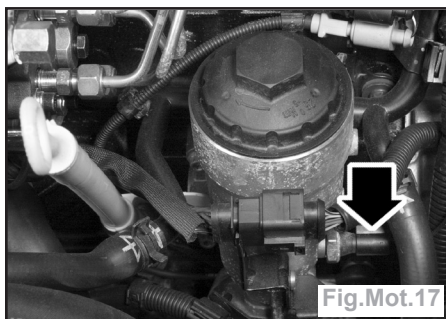
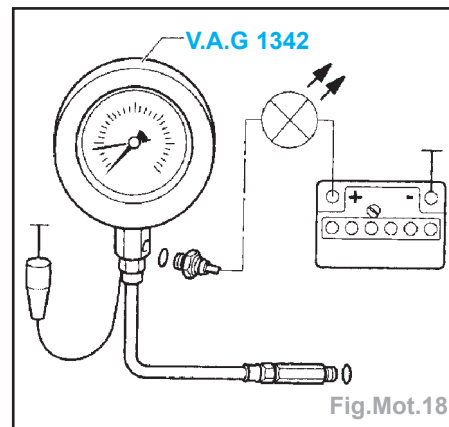

Fig.Mot.17
Fig.Mot.18
- Déposer le contacteur de pression d'huile (flèche) (Fig.Mot.17) et le visser dans l'appareil de contrôle (Fig.Mot.18).